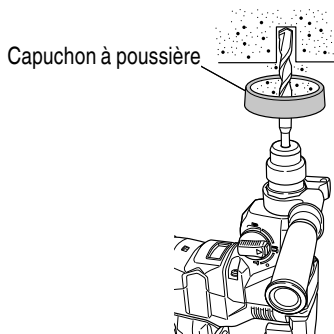
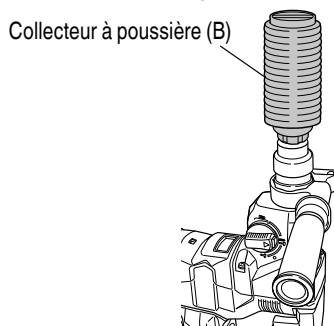

Fig. 13
Fig. 14
4. Lors de l'installation de la capuchon à poussière ou du collecteur de de poussière (B) (accessoires en option) (Fig. 13, Fig. 14)
Utiliser la capuchone à poussière en la fixant au foret comme montré dans la Fig. 13.
- Pose du collecteur à poussière (B)
Lors de l'utilisation du collecteur à poussière (B), l'insérer par le bout du foret en l'alignant avec la rainure sur la poignée. (Fig. 14)